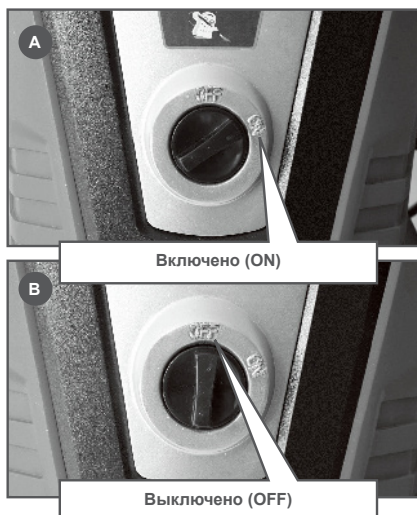

Рис. 9 Положение выключателя аппарата
4. Переведите выключатель аппарата в положение «ОН» (Включено) (Рис. 9А). Электродвигатель включится на короткий промежуток времени и сразу выключится.
1. Установите выключатель в положение «Выключено» (Рис. 9В).